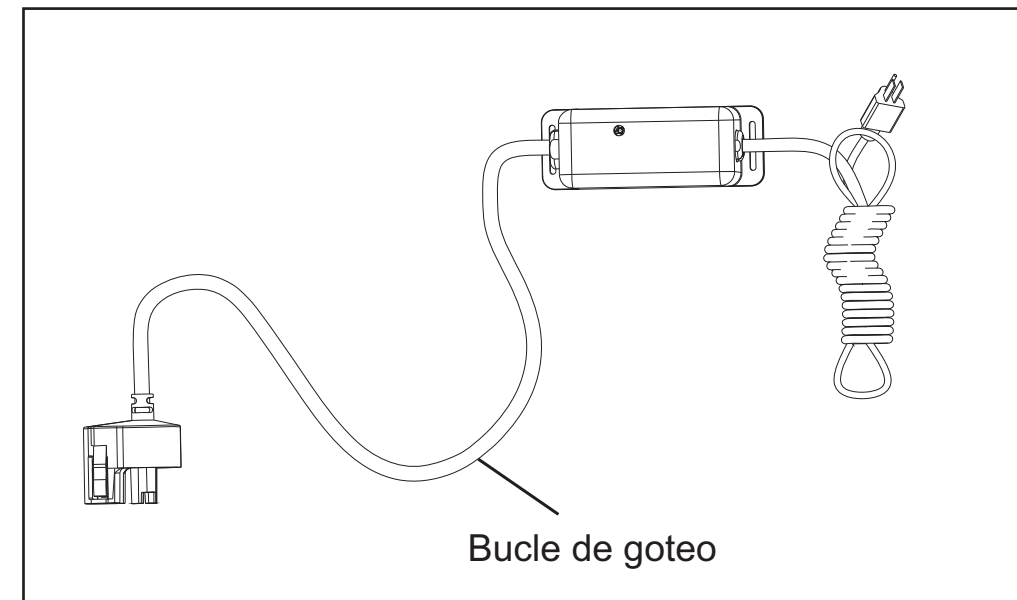

Figura 3 Bucle de goteo
- Monte el controlador de forma horizontal a la pared, cerca de la cámara UV. Lo ideal sería colocar el controlador sobre la cámara y lejos de cualquier punto de conexión de agua para evitar que se vierta agua en el controlador por medio de fugas en un punto de conexión o un sistema de "transpiración". Asegúrese de permitir un "bucle de goteo", como se muestra en **Figura 3**, en la lámpara UV, el sensor UV y el cable para evitar, de nuevo, que entre agua en el controlador.
- El controlador se debe montar encima o al lado de la cámara UV. Siempre monte el controlador horizontalmente para evitar que la humedad se filtre por la canalización de los cables y provoque un peligro de incendio. Es muy recomendable usar bucles de goteo en los cables conectados al controlador. Consulte Figura 3.